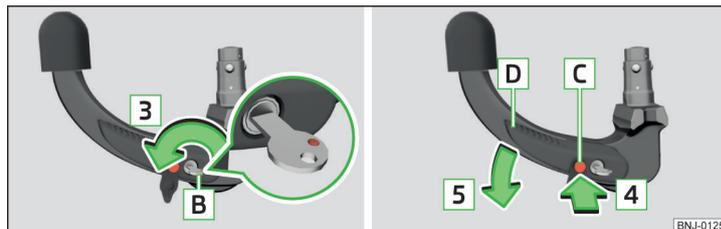

Fig. 152 Desbloquear la cerradura/ introducir el perno de activación y presione la palanca de mando
- Gire la llave **B** en el sentido de la flecha **3** de manera que la marca roja muestra hacia arriba » fig. 152.